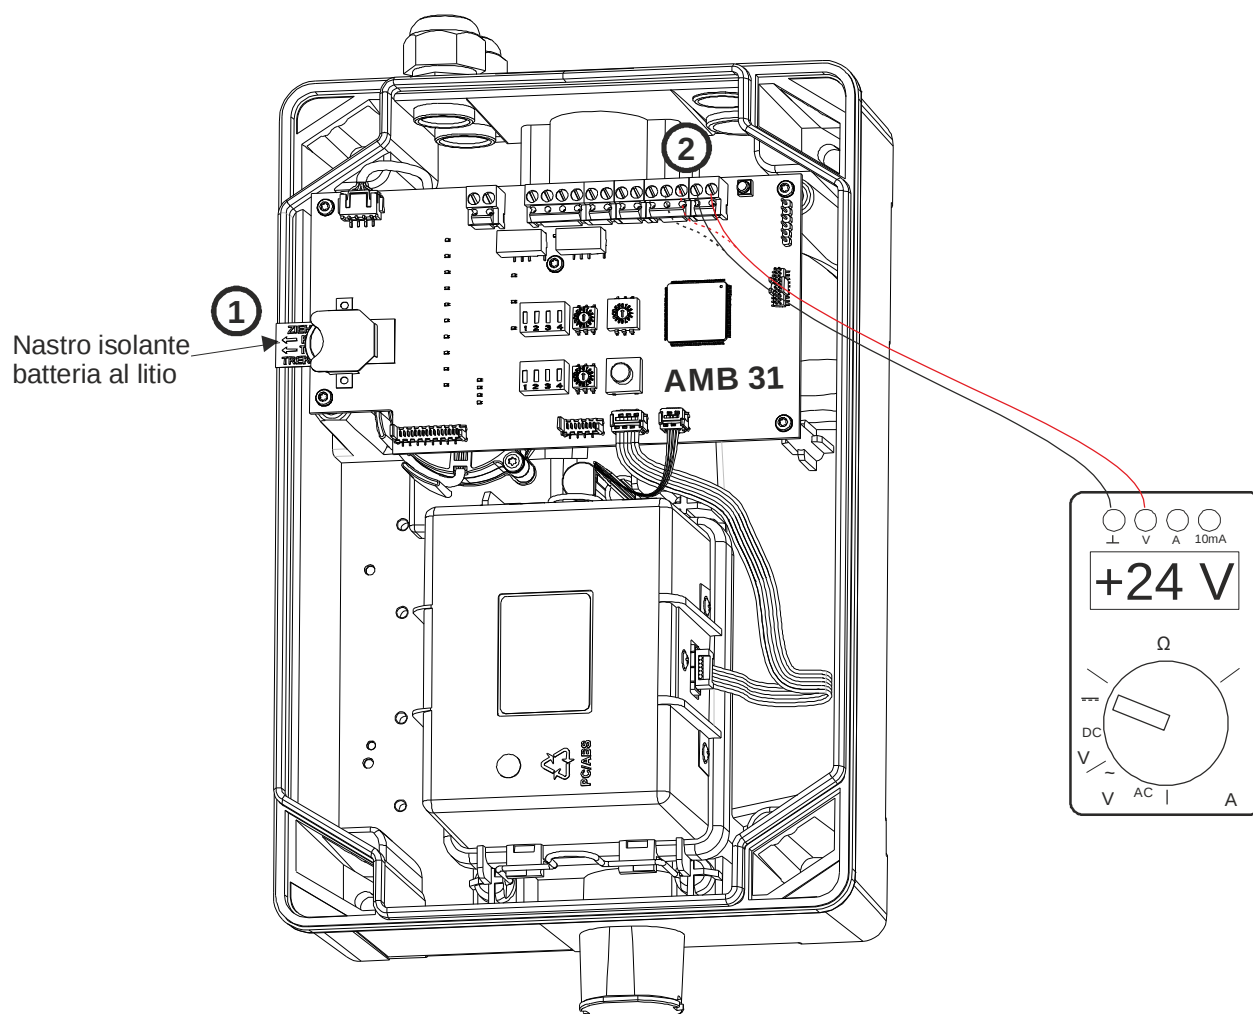

Fig. 44 Cassetta rivelatore aperta per la messa in servizio
- Rimuovere il nastro isolante dalla batteria al litio (sull'AMB 31) (ved. Fig. 44 (1)).
- Controllare la tensione sui morsetti 1 e 2 (in caso di alimentazione ridondante anche sui morsetti 3 e 4): da 21,6 a 27,6 V c.c. (per alimentazione elettrica 24 V c.c.) (ved. Fig. 44 (2)).